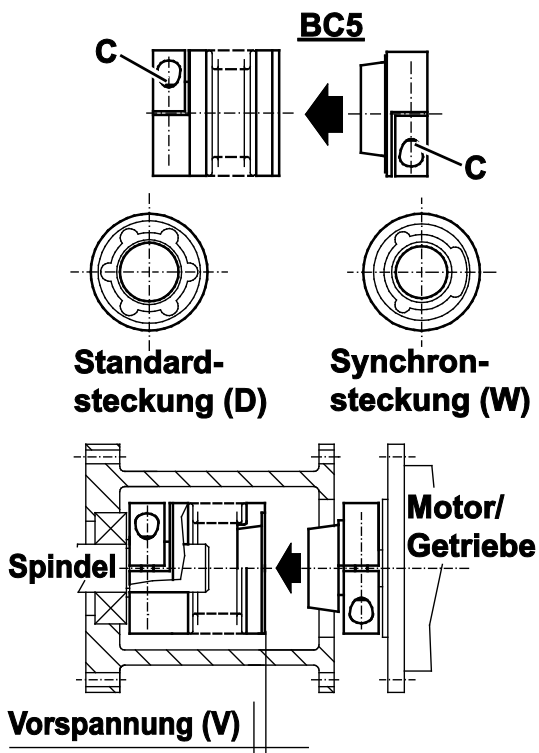

Bild 5.6
Vor der Montage muss das Einbaumaß festgelegt werden, damit nach dem Ineinanderstecken der Kupplungshälften die erforderliche Vorspannung (V) erreicht wird (Bild 5.6).
- Messen Sie nun die gesteckte Länge der Metallbalgkupplung und legen Sie das Einbaumaß unter Berücksichtigung der Vorspannung (V) nach Kapitel 8.4 fest.
- Bei richtiger axialer Position ziehen Sie die Klemmschrauben (C) der Kupplungshälften mittels Drehmomentschlüssel an.
- Standardsteckung (D): mehrere Positionen möglich
- Synchronsteckung (W): nur eine Position möglich
- Prüfen Sie, ob die vor der Montage festgelegte Vorspannung (V) des Metallbalges deutlich spürbar ist.